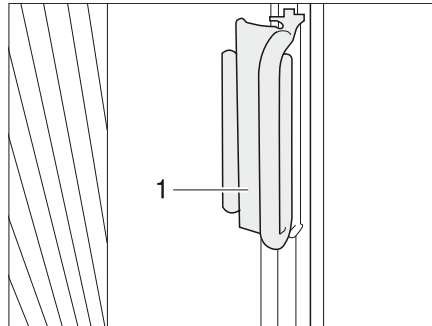

Bild 86 Plisségardiner för arfar- och passagerarfönster
- Håll i plisségardinernas handtag (Bild 86,1) och dra dem försiktigt framåt tills magnetlåset håller plisségardinen stängd.
- Skjut handtaget (Bild 86,2) på avsatsen. Plisségardinen är säkrad.